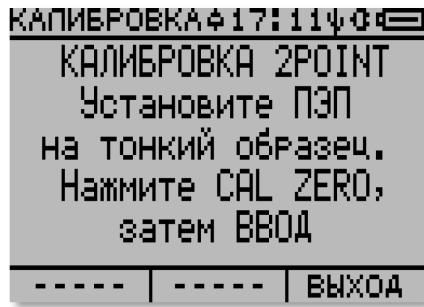

Рисунок 2.78
3) На экране дисплея появится следующее сообщение: **«КАЛИБРОВКА 2POINT. Установите ПЭП на тонкий образец. Нажмите CAL ZERO, затем ВВОД»** (рисунок 2.78), приблизительно через три секунды его сменит вид экрана режима высокоточной нулевой калибровки 2Point, представленный на рисунке 2.79.